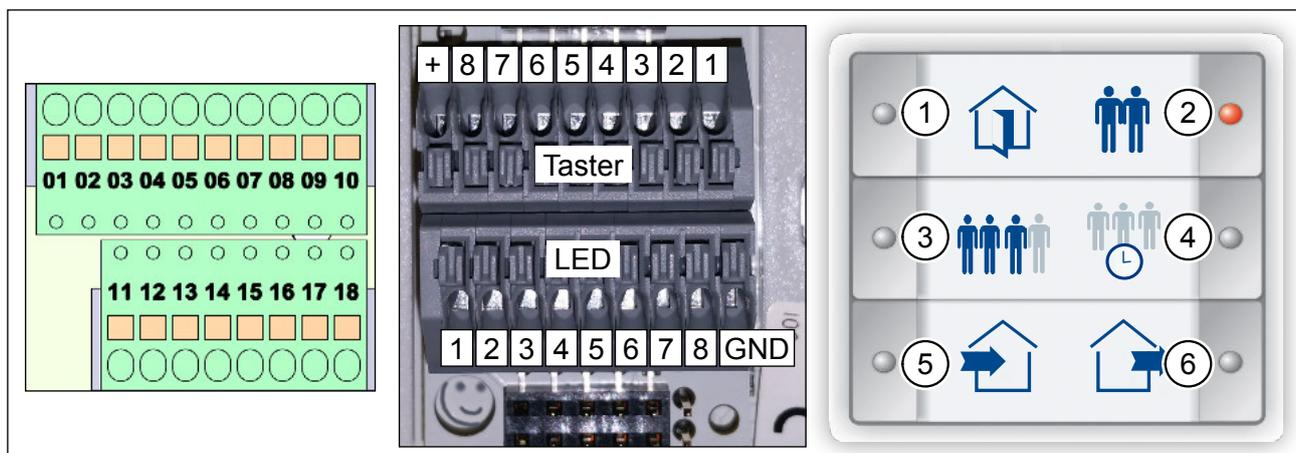

Abb. 5: Klemmenblöcke M-WRG-S/Z-T, Klemmenblöcke Tastsensor InControl, Einlegeblatt M-WRG-S/Z-T
- ▶ Legen Sie nach der Verdrahtung das Einlegeblatt (Abb. 5) in den Tastsensor InControl.